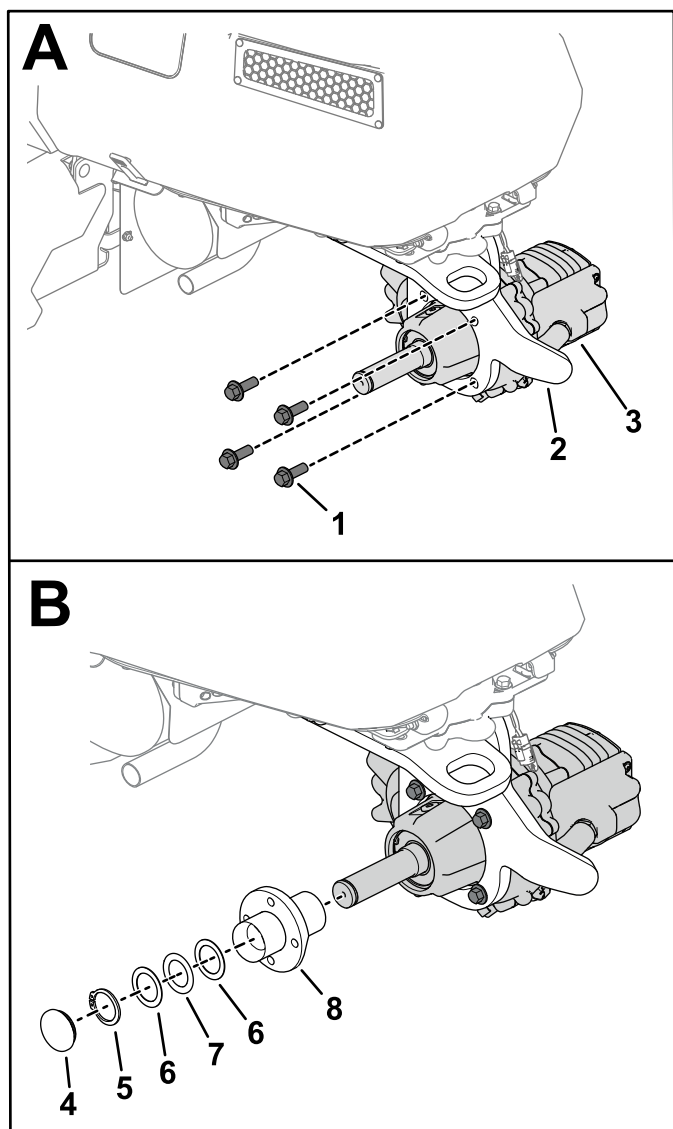

Figure 3
1. Retirez le circlip (montré à la Figure 3) de l'essieu.
2. Déposez le moyeu (montré à la Figure 3) du boîtier d'engrenages.
Remarque: Observez l'orientation correcte du boîtier d'engrenages, comme montré à la Figure 3. L'arbre de roue doit être dirigé vers le côté gauche de la machine.
4. Avec 4 boulons (M12), fixez le boîtier d'engrenages à la fourche de roue pivotante (A sur Figure 3).
6. Installez le moyeu, le circlip et le couver-moyeu avec joint torique sur l'arbre de roue (B sur Figure 3).
Remarque: Si les rondelles de butée et le roulement sont déposés du moyeu, assemblez-les comme montré à la Figure 3.